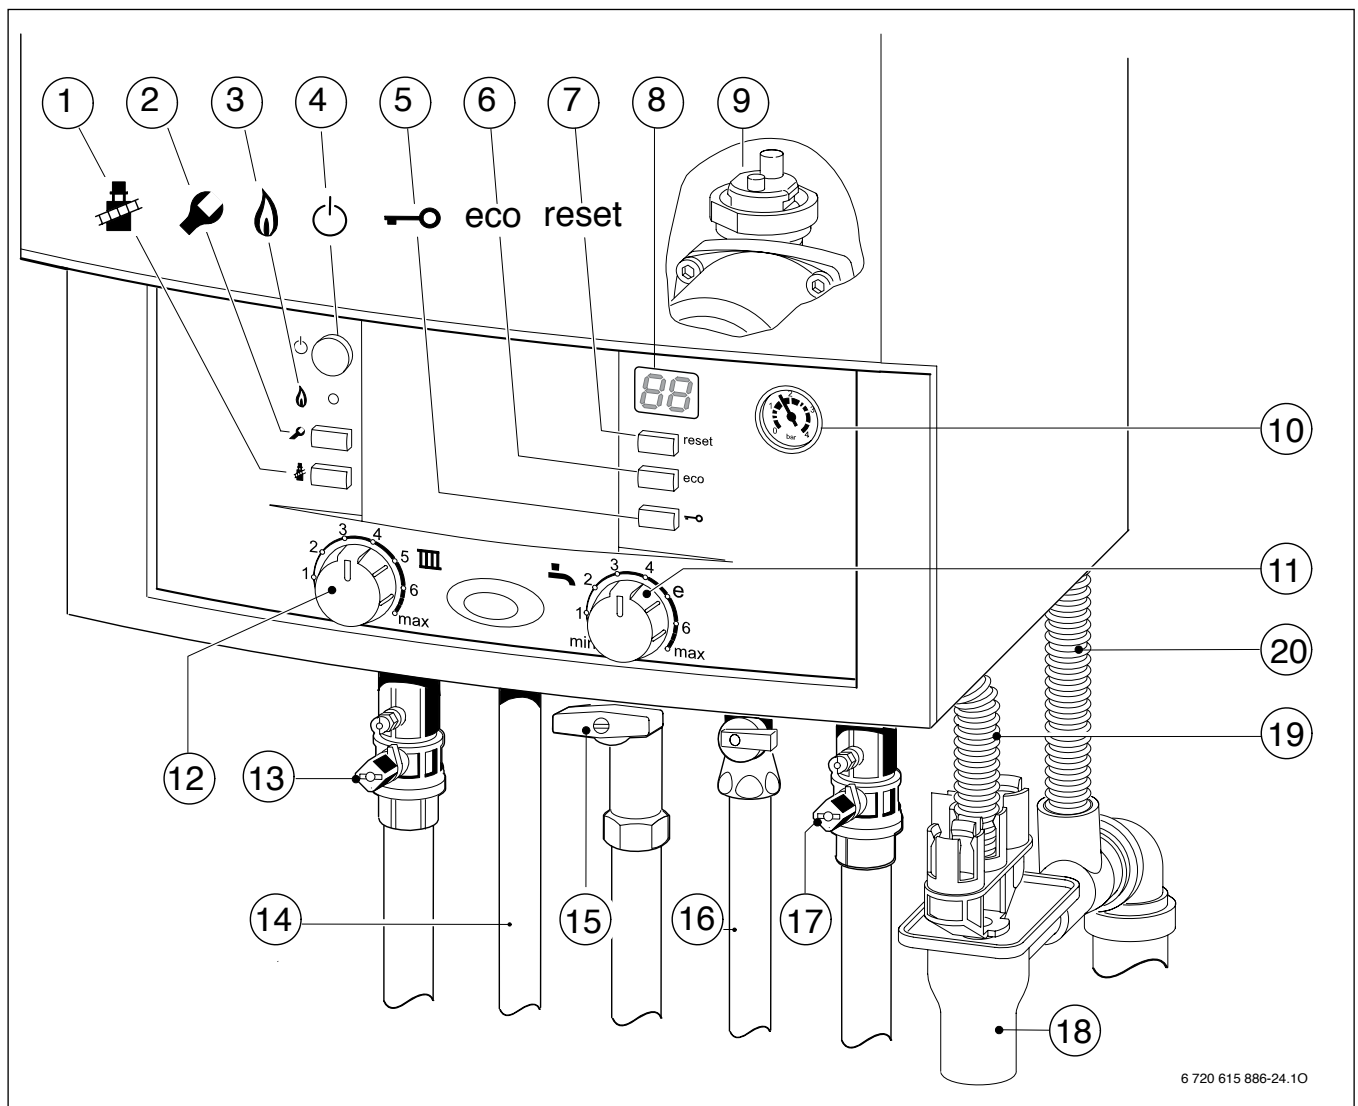

Рис. 38
- Открыть краны подающей и обратной линий (14 и 18, → рис. 38), заполнить систему отопления до давления 1–2 бар, закрыть кран для заполнения.
- Открыть газовый кран (15).